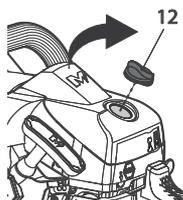

Fig. 48
- > Dévissez la vis de fixation [12] et ôtez le couvercle du filtre à air [13]. (Fig. 48).